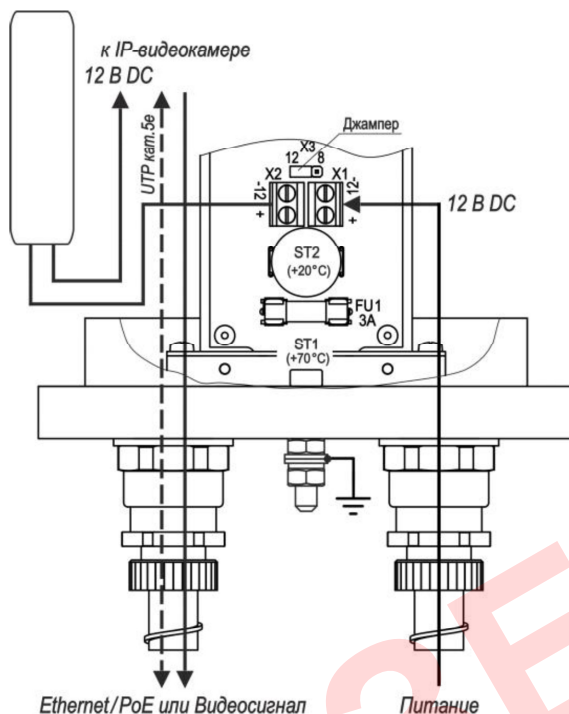

Рисунок 4 – Схема подключения IP-видеокамеры (12VDC)
* Предприятием-изготовителем в видеокамере с питанием 24VDC/AC, 220VAC джампер Х4 (Х7) установлен в положение «25» - мощность обогрева 25 Вт, для изменения мощности на 17 Вт джампер необходимо переставить в положение «17» (см. рисунки 2, 3), в видеокамере с питанием 12VDC джампер Х3 установлен в положение «12» - мощность обогрева 12 Вт, для изменения мощности на 8 Вт джампер необходимо переставить в положение «8» (см. рисунок 4).
При использовании прожектора или другого внешнего оборудования ввести через кабельный ввод кабель от прожектора и, соблюдая полярность, подключить его к разъёму «12 В» на плате DC/DC (см. рисунок 4).